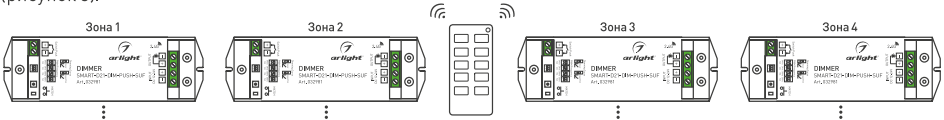

Рисунок 3. Вариант построения системы с 4-зонным пультом дистанционного управления
- 3.11. При использовании многозонных пультов ДУ или панелей можно построить разветвленную систему управления (рисунок 3).